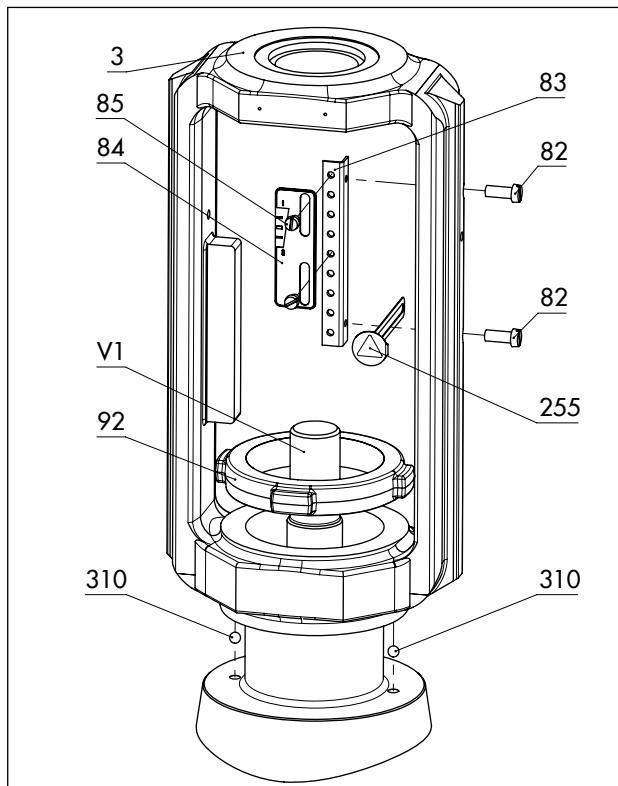
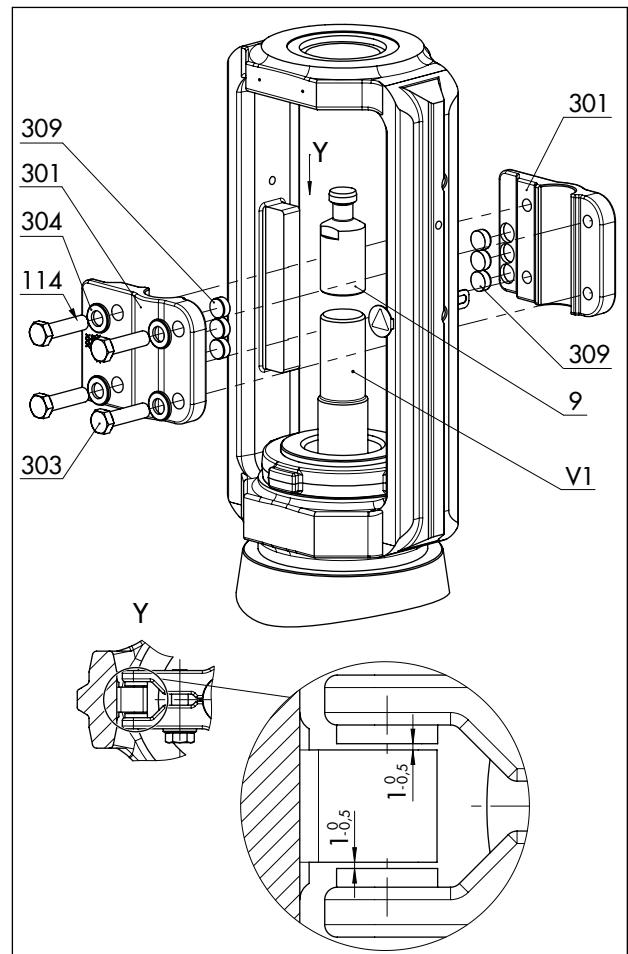

Fig. 14 : Schéma de montage de l'ensemble de l'arcade avec indicateur de course en exécution standard
Fig. 15 : Schéma de montage du dispositif de blocage en exécution standard
- Il existe un interstice nominal de 0,5 à 1 mm de chaque côté entre les rondelles de glissement et leur support sur l'arcade (cf. détail Y dans la Fig. 15).
Cf. Fig. 14 et Fig. 15